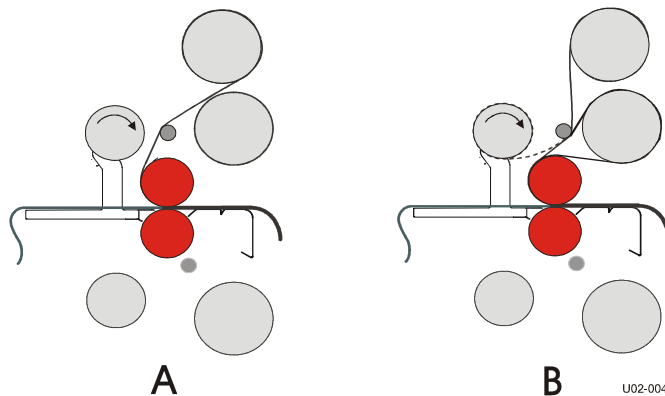

Figura 17: Carga de la sección superior.
2. Coloque el núcleo desechable sobre el eje, manteniendo el eje como en Figura 17.
3. Introduzca el eje en el cilindro central del rollo de película manteniendo el eje de sujeción automática según muestra la Figura 17.
4. Recoloque el eje con el rollo de película correctamente en las suspensiones correspondientes (véase Figura 17).